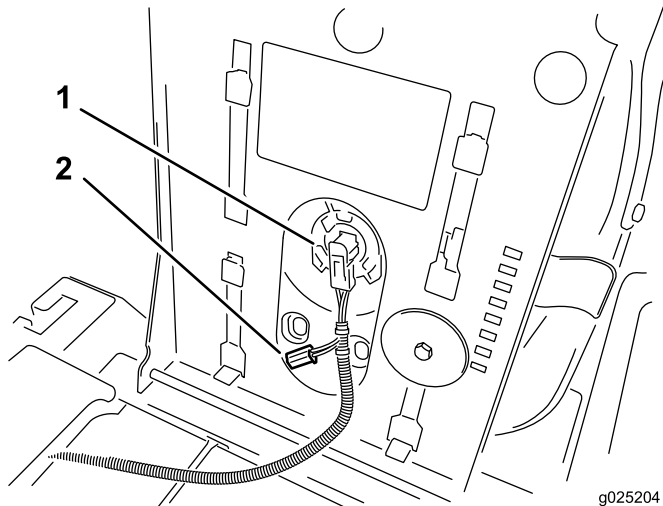

Figura 1
2. Desenchufe el conector del arnés del interruptor del asiento, situado debajo del asiento (Figura 1).
- Usando el conector libre del arnés, enchufe el conector en el interruptor del asiento, situado debajo del asiento (Figura 1).